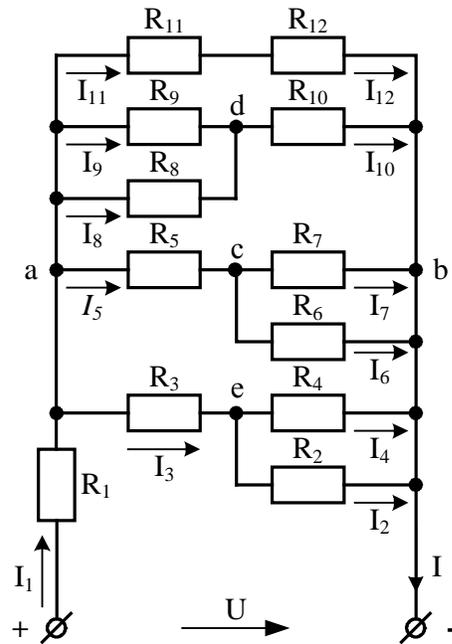

Рис.1
- 1.1. В исходной схеме (рис.1) участки с сопротивлениями R_2 и R_4 , R_6 и R_7 , R_8 и R_9 , соединены параллельно, а сопротивления R_{11} и R_{12} соединены последовательно. Определим их эквивалентные сопротивления и преобразуем схему (Рис.2).